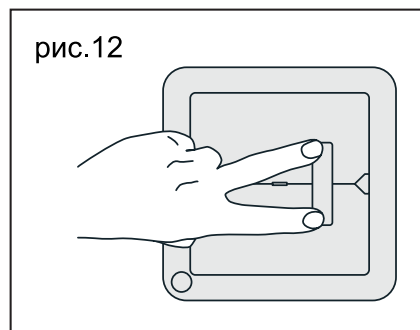

рис.12
**1.** Для входа в Режим обучения нажмите и удерживайте одновременно клавиши “Восход” и “Закат” (рис.12), при этом индикаторы начнут часто мигать. Приблизительно через 3 секунды раздастся звуковой сигнал, и индикаторы начнут мигать двойными вспышками поочередно. Отпустите клавиши. *Регулятор* в Режиме обучения.